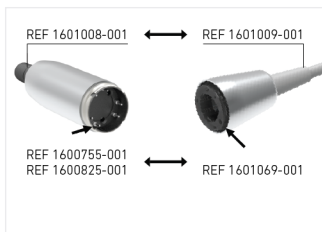
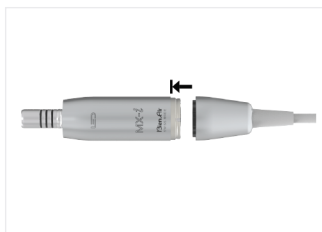

FIG. 2
FIG. 3
1. I motori MOT MX-i REF 1600825-001 e MOT MX-i LED REF 1600755-001 sono assemblati con il cavo di alimentazione REF 1601069-001. **FIG. 2.**
2. Il motore MOT MX-i LED 3RD GEN REF 1601008-001 è assemblato con il cavo di alimentazione REF 1601009-001, come descritto nella **Fig. 2.** Verificare che la parte posteriore del motore e il connettore del cavo siano puliti e asciutti.
3. Posizionare il motore e il relativo cavo brevettato come mostrato nella **Fig. 2** (il localizzatore deve essere davanti al foro). Ruotarlo fino a trovare la posizione esatta e inserirlo nel motore. **FIG. 3.**